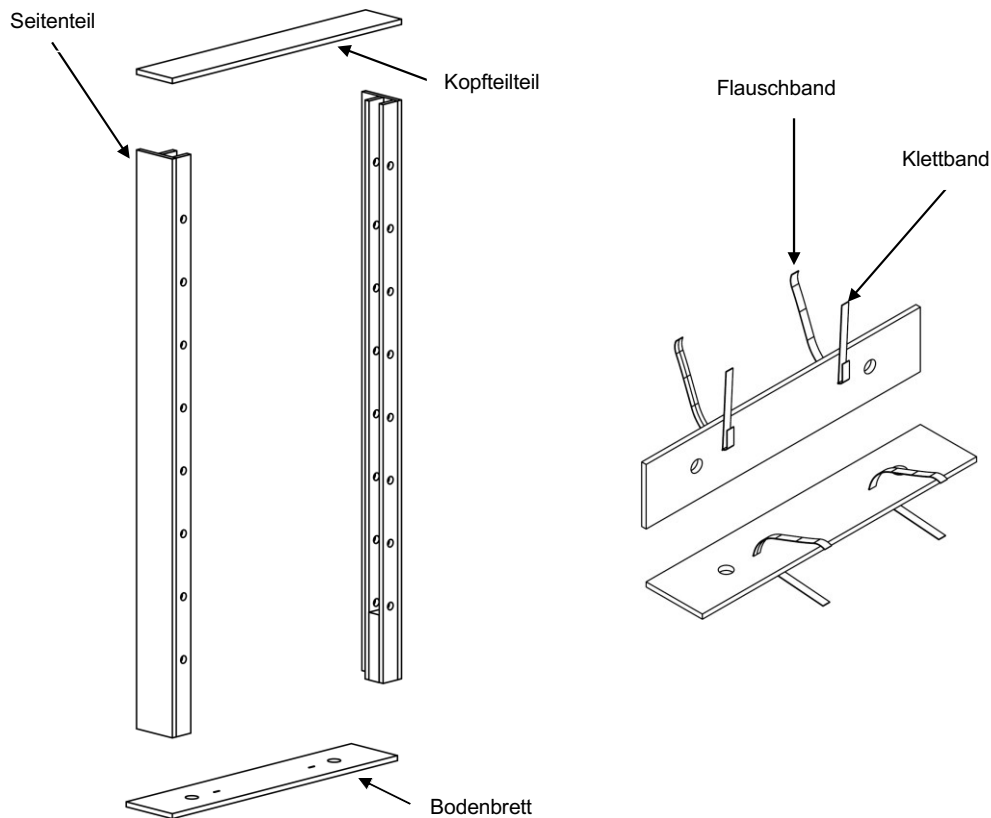

Abb. 3: Zusammenbau des Rahmens und Befestigung von Klett und Flausch
Um das neigbare Kletternetz aufbauen zu können muss zuerst der Rahmen montiert werden. Tackern Sie dazu das Klettband ⑥ mit den Haken nach oben unter das Bodenbrett in die dafür vorgesehene Aussparung. Das Flauschband ⑦ tackern Sie ebenfalls unter das Bodenbrett und ziehen es dann durch das Langloch (siehe Abbildung 3). Anschließend verschrauben Sie die Einzelteile mit den entsprechenden Schrauben (Spaxschraube 5 x 80), wie in Abbildung 3 dargestellt. Die Löcher für die Schrauben wurden bereits vorgebohrt.